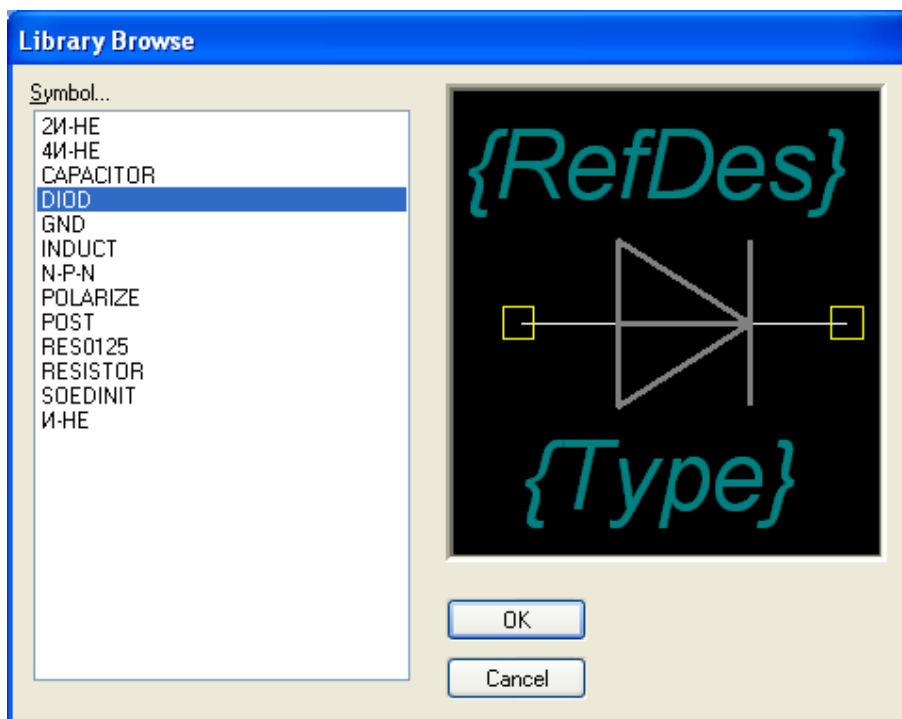

Рисунок 3.24 - Выбор символа диода
- Для этого следует нажать кнопку **Select Symbol**. В открывшемся окне **Library Browse** в списке символов найти «**DIOD**», выделить его и нажать кнопку **OK** (рис. 3.24).